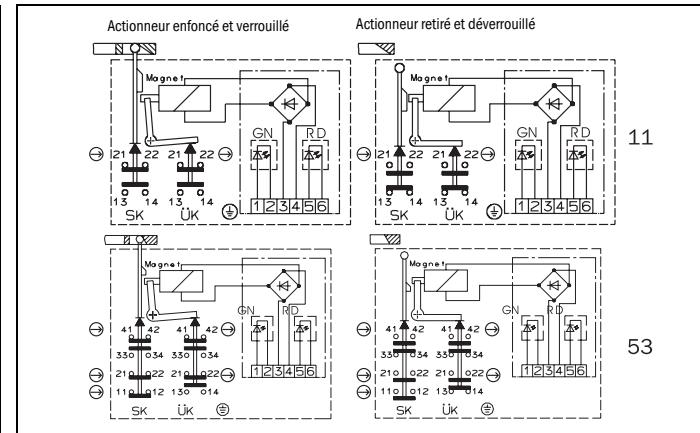

Fig. 2 : Eléments et fonctions de commutation
Attention Pour le choix du matériau isolant, ou des cordons de raccordement, tenir compte de la température interne du boîtier (son élévation dépend des conditions d'emploi). Les LED rouge et verte sont allumées (cf. Fig. 2).
- Pour le brochage, cf. Fig. 2.